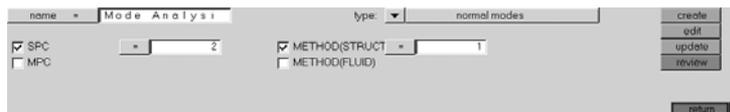

图 7-56 创建名为 Mode Analysis 的工况
(3) 在 Analysis 页面下的 Load Step 功能中，创建名为 Mode Analysis 的工况。分析类型选择为 Normal Modest；在 SPC 中，选择 Load Collector SPC；在 Method (Struct) 中，选择 Load Collector EIGRL，如图 7-56 所示。